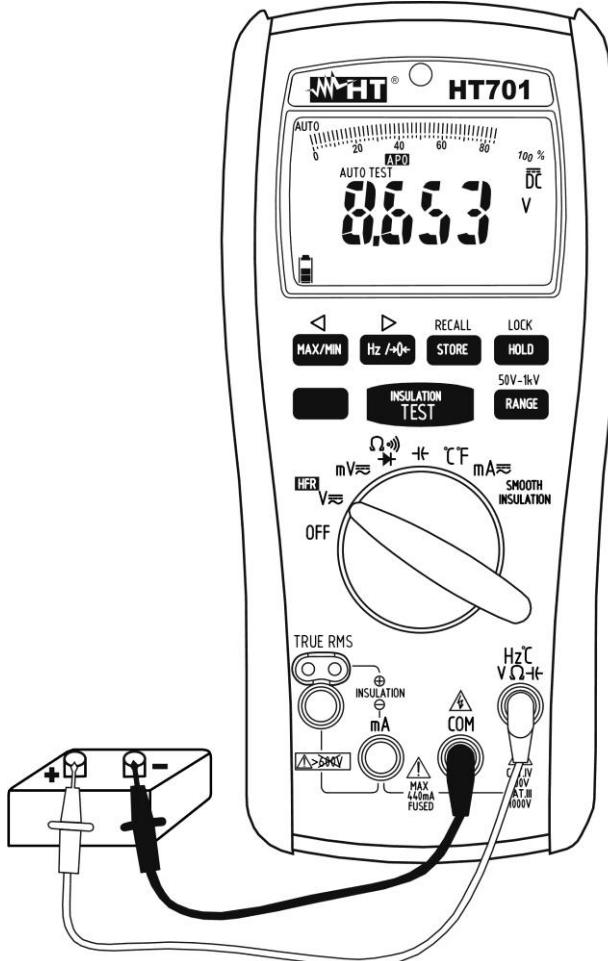

Fig. 2: Uso do instrumento para medir Tensões CC
4. Inserir o cabo vermelho no terminal de entrada **Hz°CVΩ⎓** e o cabo preto no terminal de entrada **COM** (consultar a Fig. 2).
7. A visualização do símbolo "**-**" no display do instrumento indica que a tensão tem sentido oposto em relação à ligação da Fig. 2.